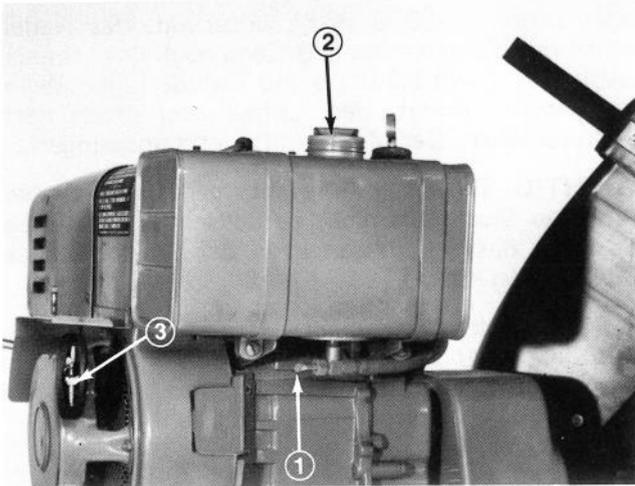

Abb. 24
Benzinbahn (Abb. 24) – Damit wird die Benzinzufuhr vom Tank zum Vergaser unterbrochen bzw. freigegeben.
Rücklaufstarter (Abb. 24) – Zum Starten des Motors den Startergriff kräftig herausziehen.
3. Den Benzinhahn öffnen (Abb. 24).
6. Den Startergriff (Abb. 24) langsam herausziehen, bis er einrastet. Dann den Motor mit einem kräftigen Armzug anwerfen. Wenn beim Starten des Motors Kraftstoff aus dem Vergaser tropft, erhält der Motor zuviel Benzin. Daher den Chokehebel ganz nach oben schieben und mehrmals am Starterseil ziehen.
1. Benzinhahn unten am Motor schliessen (Abb. 24).